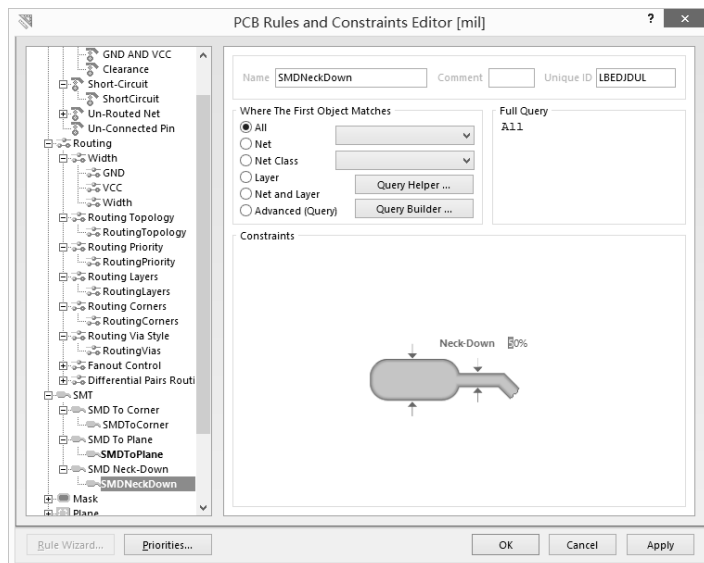

图 3.4.21 设置 SMD 焊盘与导线的比例规则
(3) SMD Neck-Down：用于设置 SMD 焊盘连接线颈缩的比例，即焊盘宽度与引出导线宽度的比例，通常走线进入 SMD 焊盘时，会比 SMD 焊盘还细一点，称为“颈缩”。本例中设置比例为 50%，如图 3.4.21 所示。